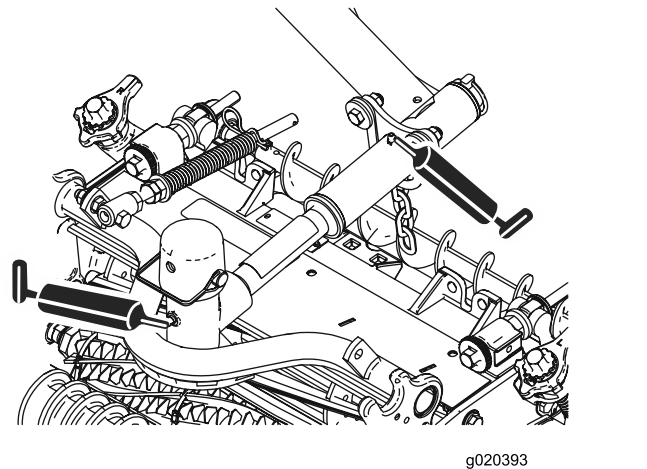

Bild 59
- Mähwerk-Drehzapfen (2 Stück), siehe Bild 59.